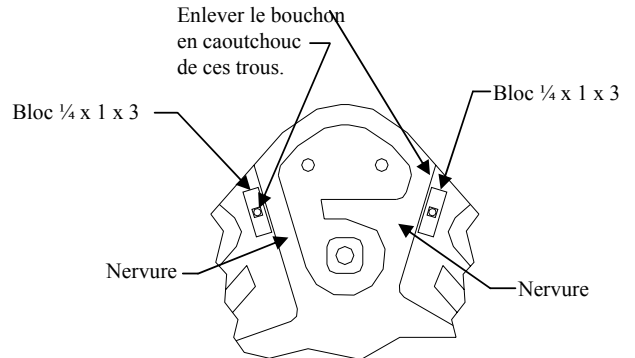

Figure 3
3. Retirer les bouchons en caoutchouc des trous de fixation, comme illustré à la figure 3.
8. Installer des boulons de carrosserie 7/16 et des blocs ¼ x 1 x 3 (orifice carré) à travers les trous du logement du pneu de secours. Remarque : Pour empêcher les blocs de pivoter et leur permettre de reposer bien à plat, ils doivent être orientés contre la nervure du logement du pneu de secours, comme illustré à la figure 3.